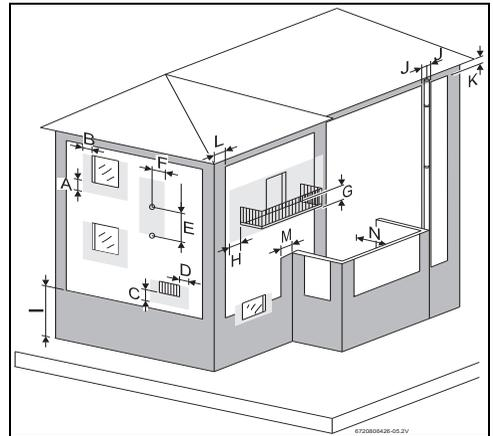

Fig. 11 Distancias mínimas a punto de combustión
- ▶ Respetar las medidas mínimas de instalación indicadas en la Fig. 11.
- ▶ Garantizar un buen acceso para realizar los trabajos de mantenimiento respetando siempre las distancias mínimas indicadas en la Fig. 11.